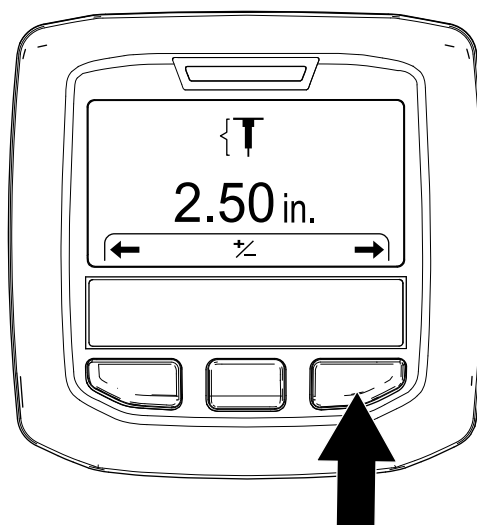

Figura 47
- Apăsai butonul InfoCenter din dreapta pentru a afia ecranul Setting the Hole Depth (Setare adâncime gaură) (Figura 47).